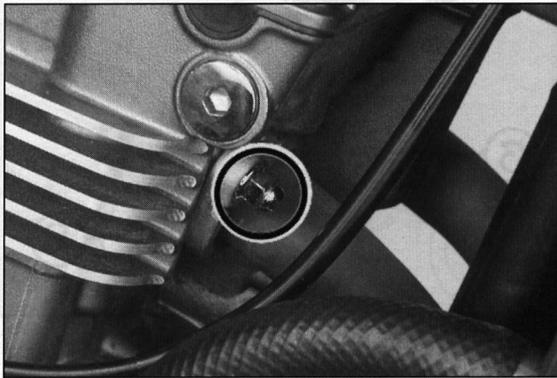

Bild 175
- Krümmerschrauben am Zylinderkopf ausdrehen (Bild 175) und Auspuff abbauen.